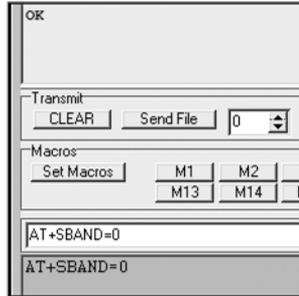

Рис. 20.6. Успешное изменение полосы рабочих частот
5. Чтобы настроить требуемую полосу рабочих частот в модуле GSM, введите команду `AT+SBAND=x`, где `x` — номер полосы, найденный по табл. 20.1. Плата должна вернуть сообщение `OK`, как показано на рис. 20.6.